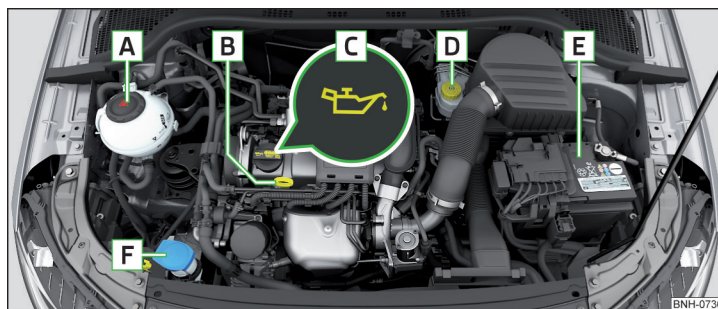

Abb. 231 Anordnungsbeispiel im Motorraum
- Den Deckel der Motoröleinfüllöffnung **C** abschrauben » Abb. 231 auf Seite 216.